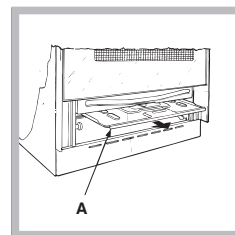

Fig. 2
2. Faites glisser le panneau de protection A (voir figure 2).